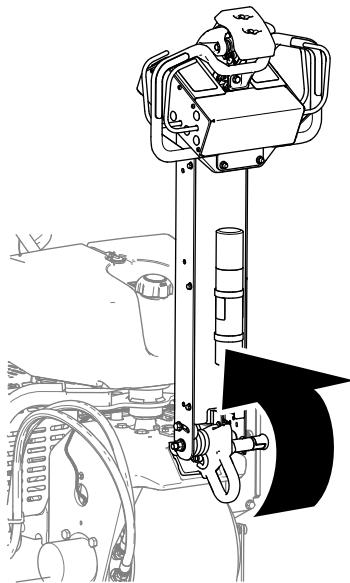

Рисунок 72
- Полностью поднимите рукоятку управления, чтобы включить стояночный тормоз (Рисунок 72).